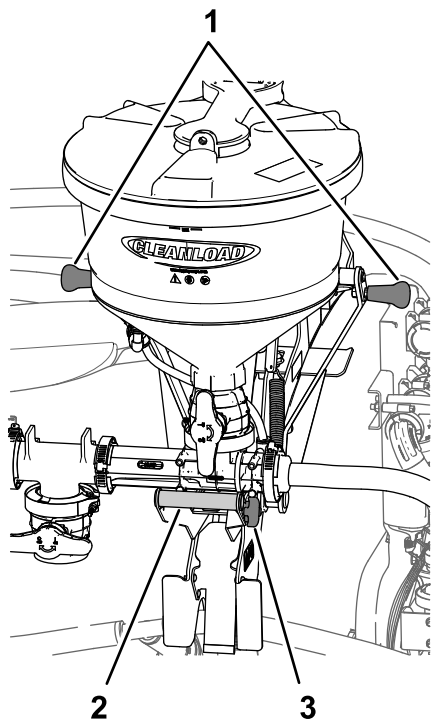
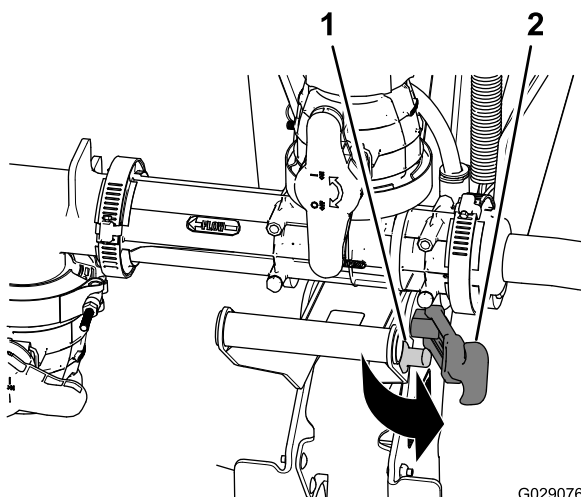
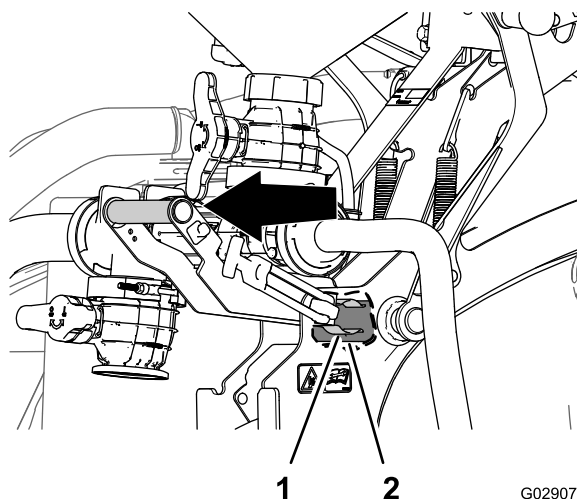
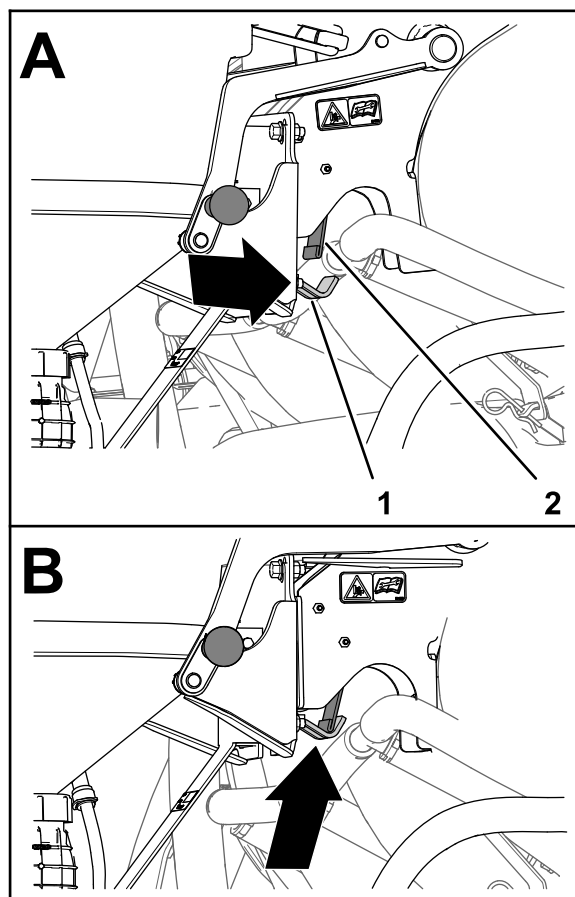

Figura 35
Figura 36
Figura 37
Figura 40
1. Agarre la manija del eyector y tire del cierre hasta que salga del espárrago (Figura 35 y Figura 36).
2. Agarre la manija del eyector de la parte superior del soporte y la manija del eyector, y tire de la manija del eyector hacia fuera hasta que el clip de resorte se libere del tubo de giro (Figura 35 y Figura 37).
5. Cuando el cierre de la chapa trasera esté debajo del resorte plano (**Figura 40, A**), gire la manija del eyector hacia dentro hasta que el gancho del cierre quede por detrás del resorte plano (**Figura 40, B**).
1. Agarre una manija de la parte superior del soporte y la manija del eyector, y tire de la manija del eyector hacia fuera hasta que el gancho del cierre salga de detrás del resorte plano (Figura 37 y Figura 40).
4. Empuje hacia dentro la manija del eyector hasta que el gancho se eleve hasta la varilla de enganche y el clip rodee totalmente el tubo de giro (Figura 37).
5. Tire del cierre hasta que se enganche en el espárrago (Figura 36).